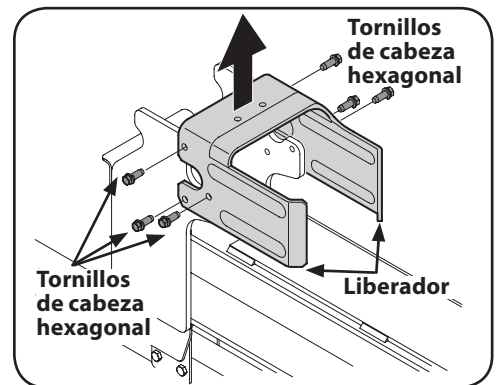

Figura 3-4
14. Desconecte el liberador del soporte soldado de vigueta retirando los seis tornillos hexagonales. Vea la Figura 3-4.
17. Coloque el liberador encima del montaje de la cuña y fíjelo en los soportes soldados con los elementos de ferretería que extrajo previamente. Vea la Figura 3-4.